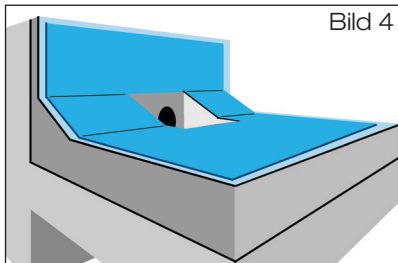

Bild 4
- 5.4.4 **Anschlussmanschette** bauseits aus vorhandener Bitumen-Dachdichtungsbahn, Größe: ca. 700 mm x 1000 mm, zuschneiden (Bild 4). Den Klebeflansch 100 mm umlaufend mit Bitumen-Voranstrich versehen. Anschlussmanschette über Ablauf legen und im Schweißverfahren mit Klebeflansch verbinden.